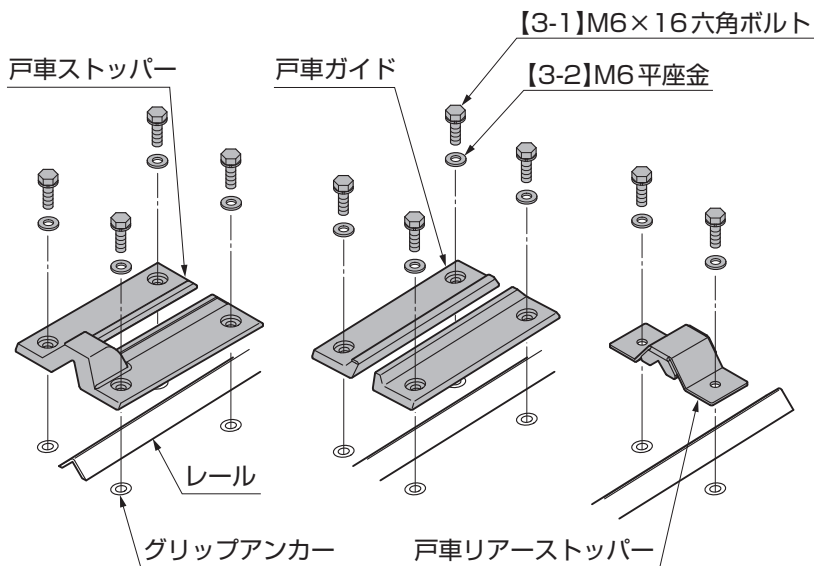

図8-7
- ①戸車ストッパー、戸車ガイド、戸車リアストッパーを【3-1】、【3-2】で固定してください。(図8-7参照)